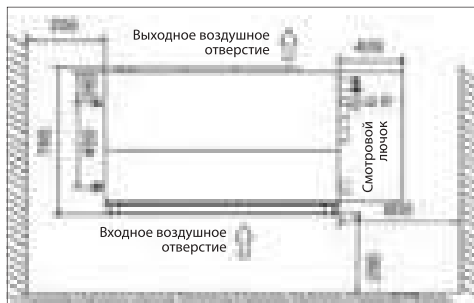

Рис. 1
- Должно обеспечиваться достаточное свободное пространство, не мешающее циркуляции воздуха, а со стороны выброса воздуха внутренним блоком не должно быть препятствий (рис. 1).